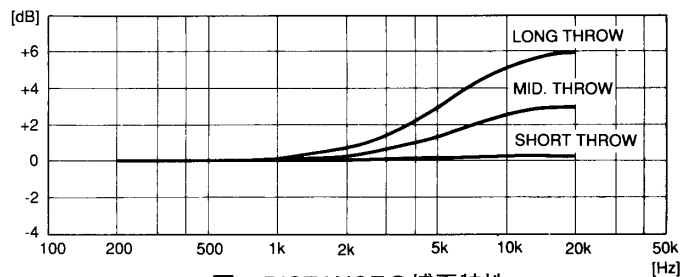

図3. DISTANCEの補正特性
- **DISTANCE** 遠距離高音減衰の補正の設定 (HF出力で補正) (図3参照)